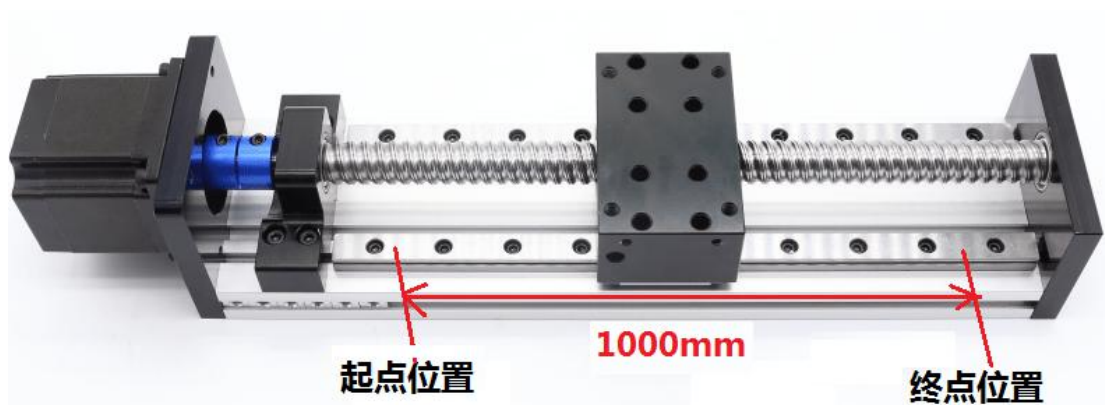

图4 柔顺控制能力赛竞赛运动组件平台
1、参加柔顺控制能力赛运动组件平台如图4所示，移动平台的有效行程不少于1100mm，移动平台台面尺寸：长为150mm，宽为150mm，厚度不限，材质不限。在移动平台上固定水杯的装置，方便将水杯固定在平台上，也方便将水杯取下。水杯固定装置的结构和材质不限。移动平台的传动副使用滚珠丝杠螺母副，规格型号不限；移动平台导向机构使用滚动直线导轨，规格型号不限；驱动电机规格型号不限，电机与丝杠通过联轴器连接，联轴器结构形式规格不限。底座、轴承、轴承支座等零件根据需要自行设计或选购。